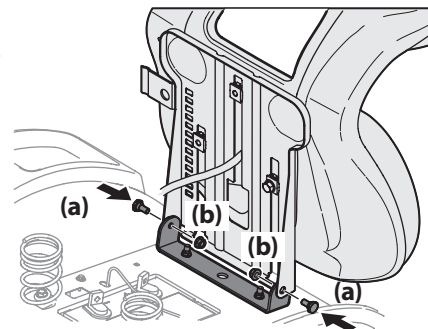

Figura 2
4. Luego, con los tornillos con reborde (a) y las tuercas de seguridad con brida (b) previamente quitados, asegure un lado del asiento y soporte del asiento. Mientras sostiene el asiento, quite el destornillador Phillips y asegure el otro lado del asiento. Tenga cuidado de no doblar o dañar el cableado mientras instala el asiento. Consulte la Figura 2. Ajuste hasta 84-103 pulgadas-libras (9.5-11.6 N-m).